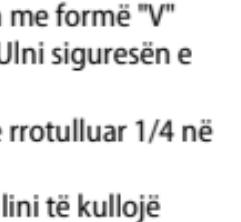

Fig. 4
f) Nëse është e nevojshme, vendosni një majë intraorale në majën përzierëse (Fig. 4). Sasitë e mëdha të materialit mund të dalin jashtë nëse maja intraorale shkurtohet afërsisht 1 mm.